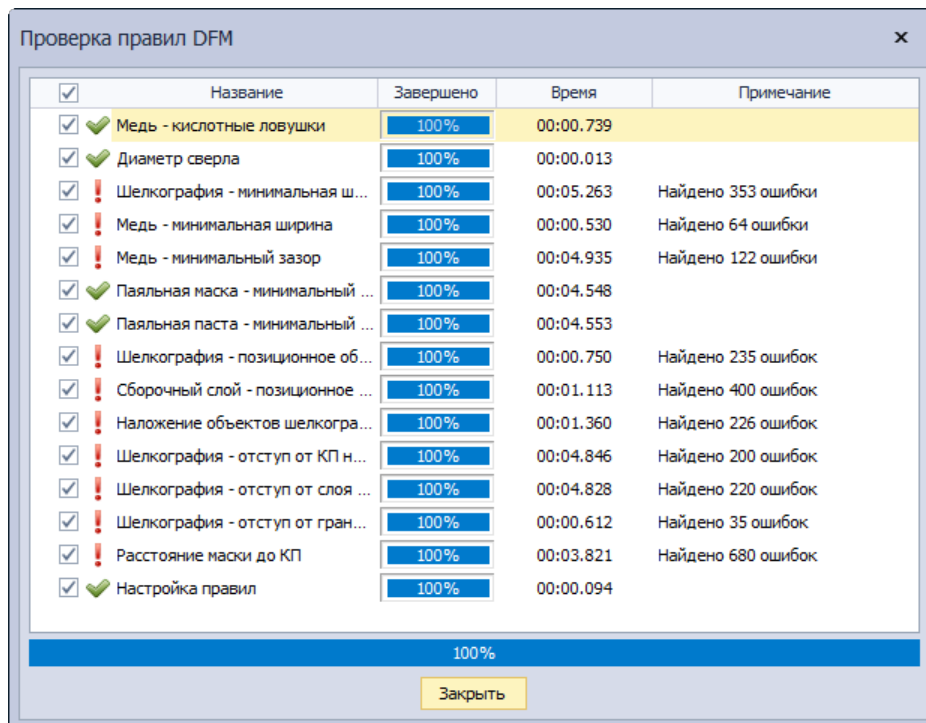

Рис. 454 Заккрытие окна DFM-проверки
3. По завершению процесса необходимо нажать кнопку «Заккрыть», см. Рис. 454.